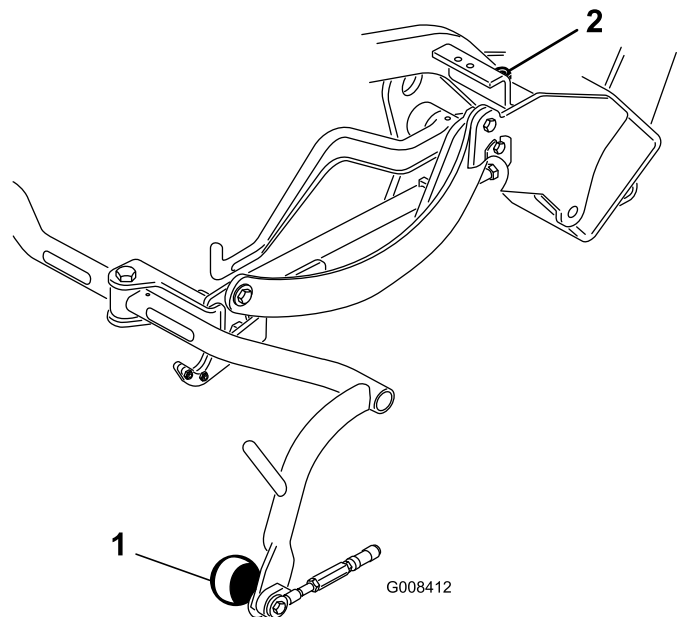

Figura 9
4. Se dovete regolare il gioco, allentate il controdado sulla vite di arresto del telaio portante (Figura 9) e ruotate la vite in alto o in basso per sollevare o abbassare il telaio portante. Serrate il controdado per mantenere la regolazione.